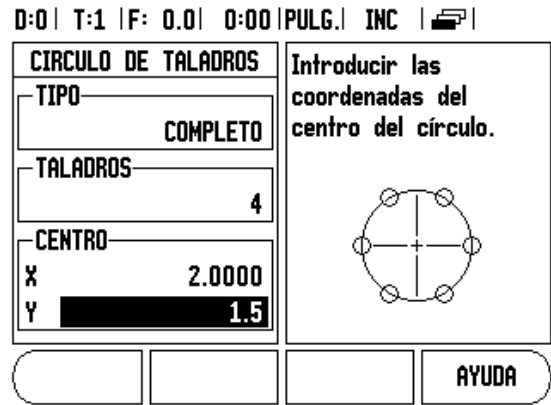
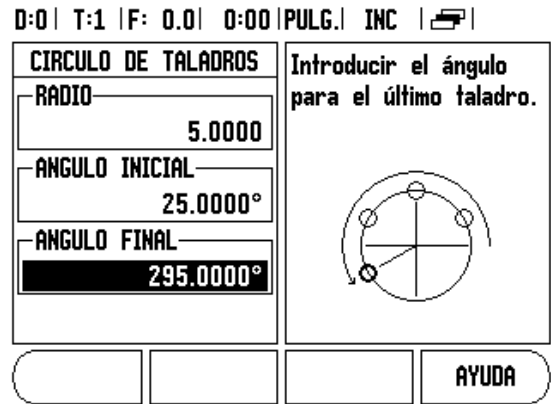

Fig. I.18 Inicio del formulario Círculo de taladros
Fig. I.19 Página 2 del formulario Círculo de taladros
**Ejemplo: Introducir datos y ejecutar un círculo de taladros. Ver Fig. I.18 & Fig. I.19.**